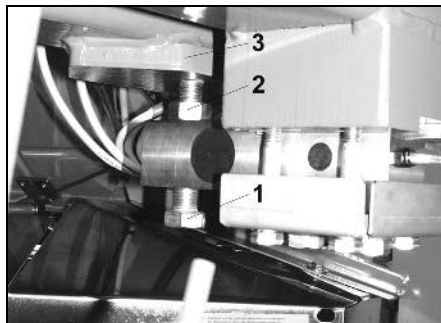

Fig. 55
Mätskruven (Fig. 55/1) är centralt placerad i vågcellen under spridarens ram.
- Lossa kontramuttern (Fig. 55/2).
- Ställ in mätskruven (Fig. 55/1).
- Dra åt kontramuttern (Fig. 55/2).